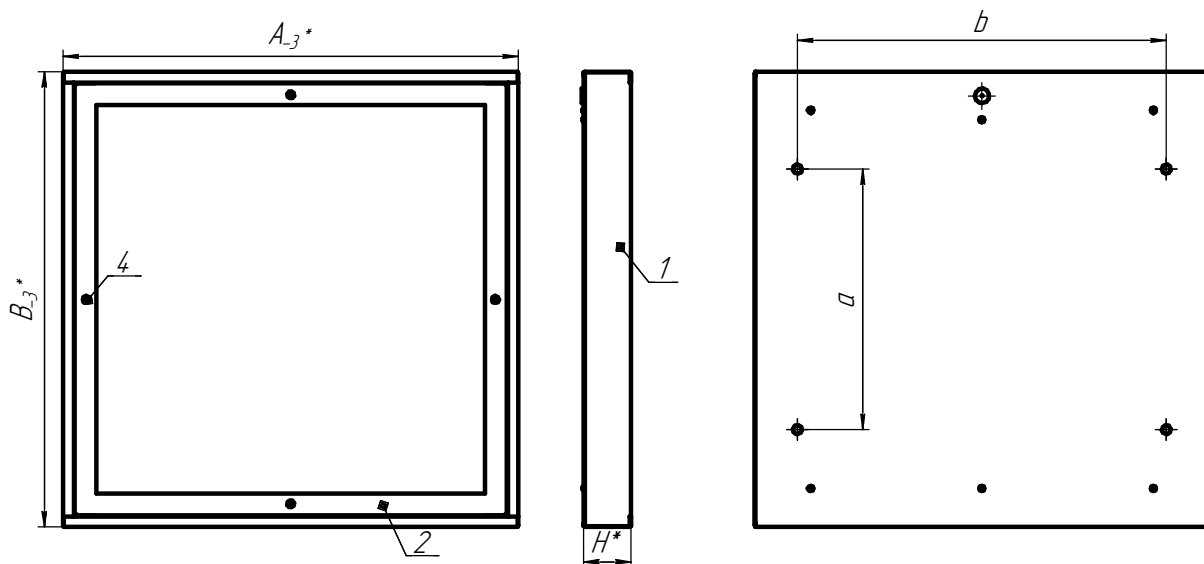

Рисунок 1 - Светильник ЛПО15
6.3 Снимите обечайку (поз.2) рисунок 1, предварительно открутив 4 винта (поз.3).
6.10 Установите обечайку в сборе (поз.2) рисунок 1, на корпус в сборе (поз.1), предварительно закрутив 4 винта при помощи отвертки (поз.3).